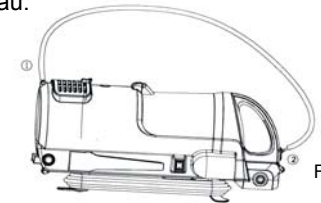

Fig. 5
- Fixez la bandoulière au point d'attache (Fig. 5).